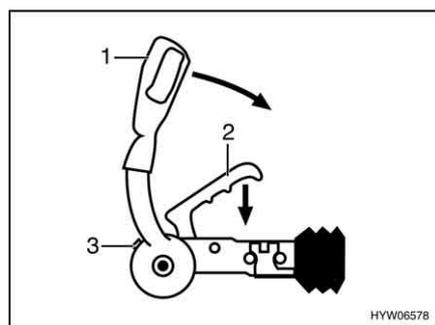

Bild 4 Sicherheitskupplung AKS 3004
- Stabilisierungshebel (Bild 4,1) bis zum Anschlag nach oben ziehen.
- Kupplungsgriff (Bild 4,2) nach oben ziehen.
- Sichtkontrolle durchführen: Der grüne Zylinder der Sicherheitsanzeige (Bild 4,3) muss sichtbar sein.
- Die Stabilisierungseinrichtung aktivieren. Dazu den Stabilisierungshebel (Bild 4,1) bis zum Anschlag nach unten drücken.